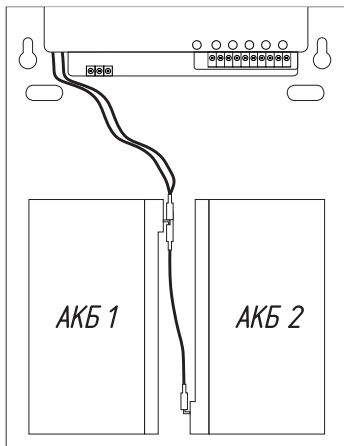

Рис.4
6) Подключить соединительные провода изолированными клеммами (5) к клеммам АКБ 2 (красный провод к клемме "+АКБ", чёрный провод к клемме "-АКБ").
8) Подключить плату ББП к свободным контактам универсальных клемм в соответствии с маркировкой (красный провод к универсальной клемме "+АКБ", провод другого цвета к универсальной клемме "-АКБ") (Рис.4).